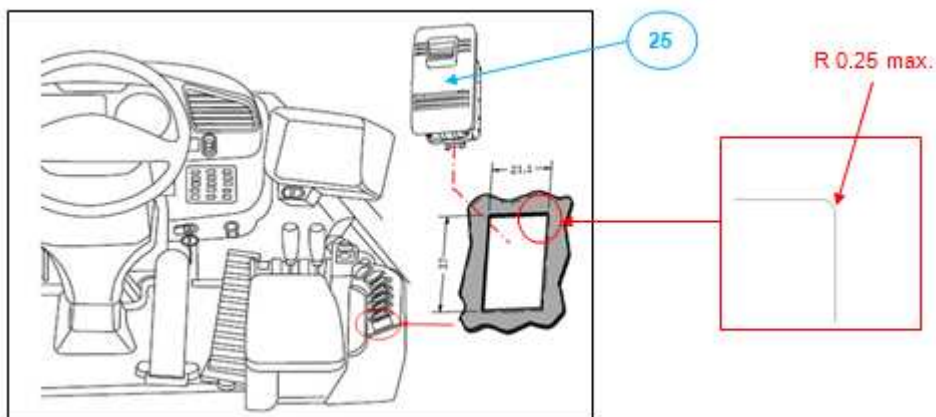

Fig. 11
- 5.1. Localisez emplacement pour placer le commutateur #25 sur le couvercle de la console boîte à droite, comme montre dans Fig. 11.